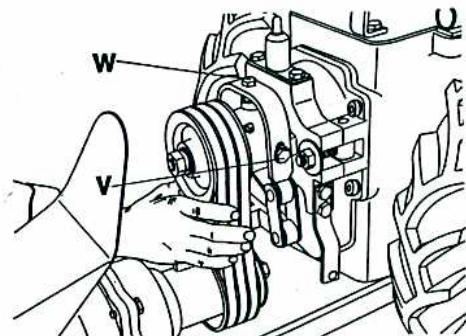

Fig. 14
13. Kilereimane (Fig.14)
For lite og for mykje straming kortar kilereimane si levetid. För eller sidan må reimane etterstramast når dei tek til å slira på kilereimskivene. Ein kontrollerar spenningi med hendene, slik som vist på fig.14. Reimane skal kunna trykkjast mot ein annan ca.5 mm. frå kvar sida.